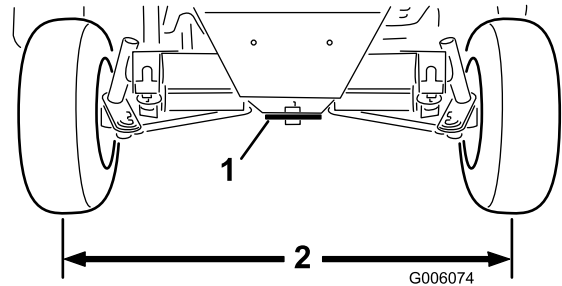

Figura 67
2. Ajuste ambas barras de acoplamiento hasta que la distancia de centro a centro entre las ruedas traseras, por delante y por detrás, sea la misma (Figura 67).